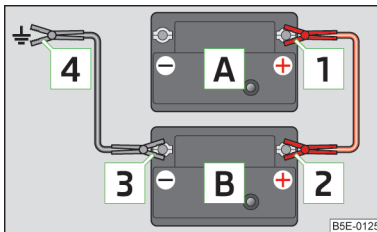

Abb. 134
- Die Klemme **1** am Pluspol der entladenen Batterie **A** » Abb. 134 befestigen.